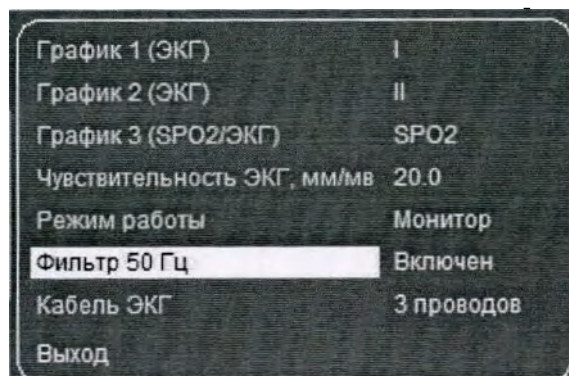

Рисунок 46 – Включение «Фильтра 50 Гц»
- выделите строку «Фильтр 50 Гц» вращением ручки управления (см. рис. 46);